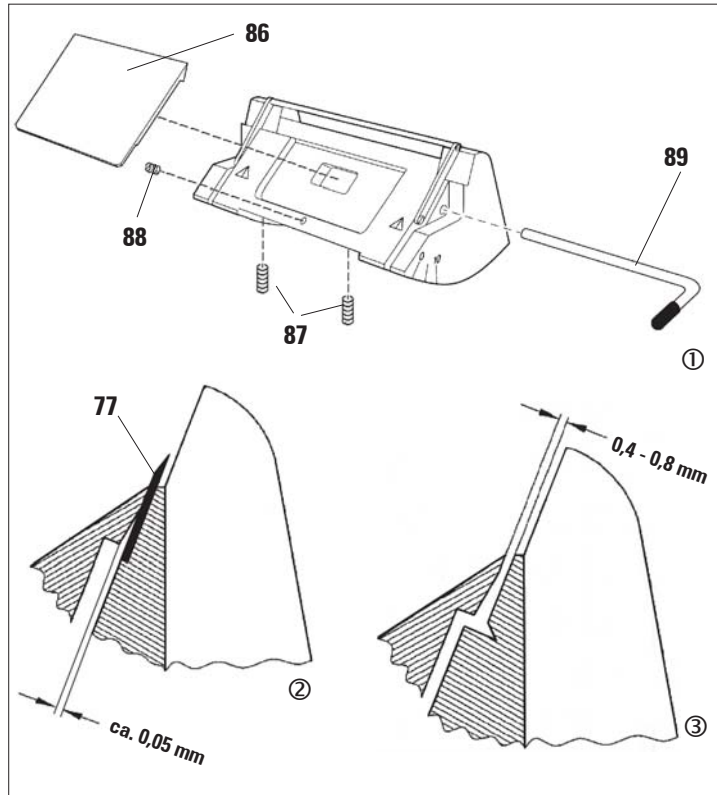

Abb. 31
- Eine Klinge (77) einsetzen und mit dem Klemmhebel (89) leicht klemmen.
- Andruckplatte (86) mit der Schraube (88) so justieren, dass lediglich die Oberkante der Andruckplatte Druck auf die Klinge ausübt. Es muss ein Spalt erkennbar sein (Abb. 31/2). Zum Justieren ist ein kleiner Schraubendreher (ca. 3,0 x 70) erforderlich.
- Beim Justieren darauf achten, dass der Abstand zwischen beiden Andruckplatten in geöffnetem Zustand ca. 0,4-0,8 mm beträgt (Abb. 31/3).